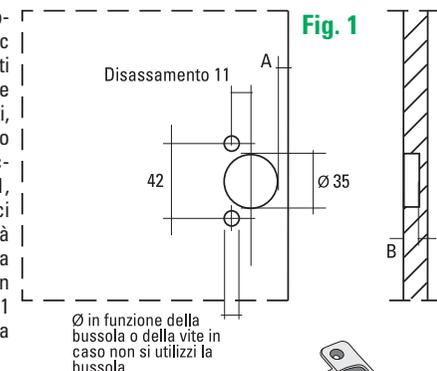

Fig. 1
Smontare la tavoletta di sostegno (8) e posizionare l'attrezzatura su un piano idoneo al tipo di lavoro. Procurarsi un'asta di  $\varnothing 10$  e lunghezza idonea alla lavorazione da eseguire e inserirla nel foro (9), posizionare la battuta di riferimento e bloccare il tutto con i pomelli (3), fissare al piano uno o più blocchetti di riferimento in funzione della lunghezza della finestra da forare. Regolare le viti (7) e (4) (Vedi foto.1) in funzione delle quote "A" e "B" (vedi Fig. 1), infine posizionare la finestra da forare (vedi Fig. 2).